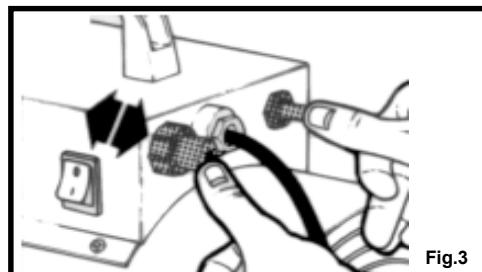

Fig.3
3. Presionar el botón-gas a fondo, y teniéndolo presionado, accionar repetidamente el encendedor piezoelectrónico (ver fig.3)